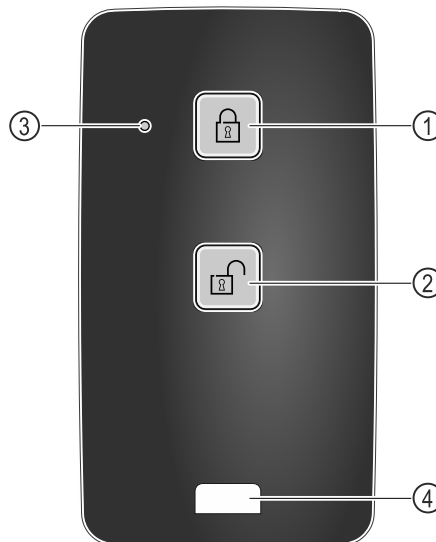

Fig. 219
- (1) Slot vergrendelen
- (2) Slot ontgrendelen
- (3) Statusled
- (4) Bevestigingssoog
- Toets Fig. 219 (1) op de afstandsbediening indrukken.
- Toets Fig. 219 (2) op de afstandsbediening indrukken.
- Statusled Fig. 219 (3) geeft bij indrukken van een toets een optische terugmelding.
- Oog Fig. 219 (4) voor de bevestiging van de afstandsbediening, bijvoorbeeld aan een sleutelbos.